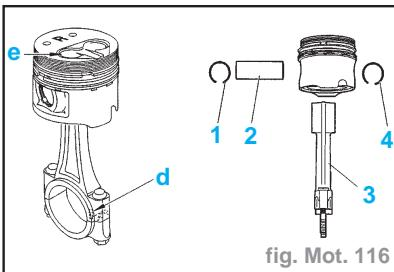

fig. Mot. 116
**Attention** : Respecter l'orientation de la bielle par rapport au piston. Le trèfle "e" côté arrêts de coussinets "d" (fig. Mot. 116).
- le jonc (4)
- la bielle (3)
- l'axe (2)
- le jonc (1)